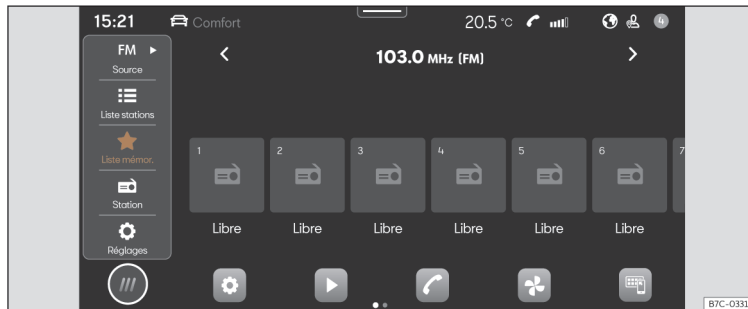

Fig. 153 Représentation schématique : Vue Radio.
- Appuyez sur **HOME** > >>> **fig. 153**.